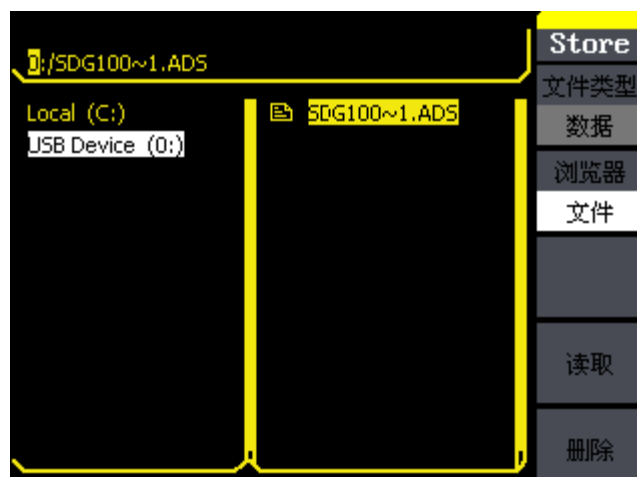

图 2-39 固件升级界面-文件选择
5. 浏览器选择“文件”，在右侧的数据文件中，按方向键↓，移动光标，选择目标文件“.ADS”，然后按键“读取”，如图 2-39 所示；